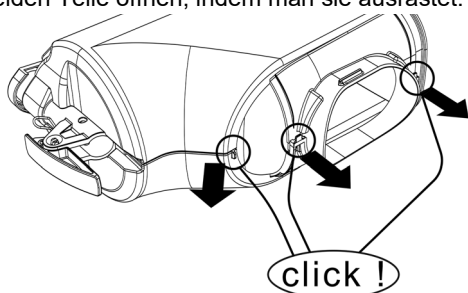

Bild 16
- 1 Die beiden Teile öffnen, indem man sie austrastet. (Bild 16).